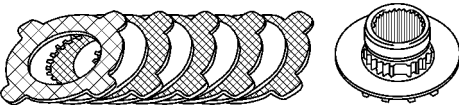

图 14-163 从左差速器壳上拆下零件
(3) 从左差速器壳上拆下以下零件，如图 14-163 所示。